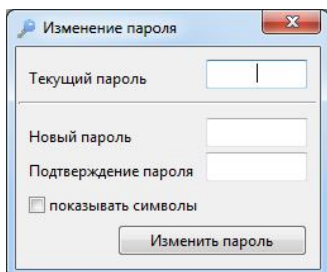

Рисунок 13. Окно «Изменение пароля»
6.3.5. Изменить пароль, необходимый при изменении параметров работы счетчика тепла, можно в окне «Изменение пароля» (рисунок 13), пункт меню «Теплосчетчик | Изменение пароля». При выпуске из производства во всех счетчиках тепла установлен пароль «1111».